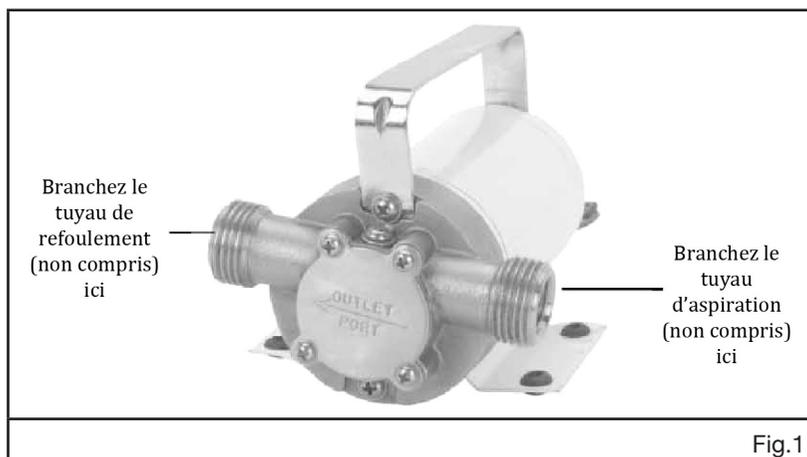

Fig.1
1. Les orifices d'admission et de sortie sur la pompe présentent tous deux un filetage double, un diamètre intérieur de 3/8 po NPT et un diamètre extérieur de 3/4 po. Cela permet une versatilité accrue lorsqu'on doit choisir un tuyau d'aspiration et un tuyau de refoulement (non compris) munis du raccord mâle ou femelle approprié. Voir la figure 1.
2. Si vous branchez un tuyau d'aspiration muni d'un raccord mâle fileté, enroulez environ 4 po de ruban d'étanchéité pour tuyau (non compris) autour des filets du raccord mâle. Vissez ensuite solidement le raccord mâle au raccord femelle fileté de la pompe utilitaire. Reprenez cette opération avec le tuyau de refoulement présentant un raccord mâle fileté. Voir la figure 1.
3. Si vous branchez un tuyau d'aspiration muni d'un raccord femelle fileté, enroulez environ 4 po de ruban d'étanchéité pour tuyau (non compris) autour des filets du raccord mâle de la pompe utilitaire. Vissez ensuite solidement le raccord femelle du tuyau d'aspiration au raccord mâle fileté de la pompe utilitaire. Reprenez cette opération avec le tuyau de refoulement présentant un raccord femelle fileté. Voir la figure 1.